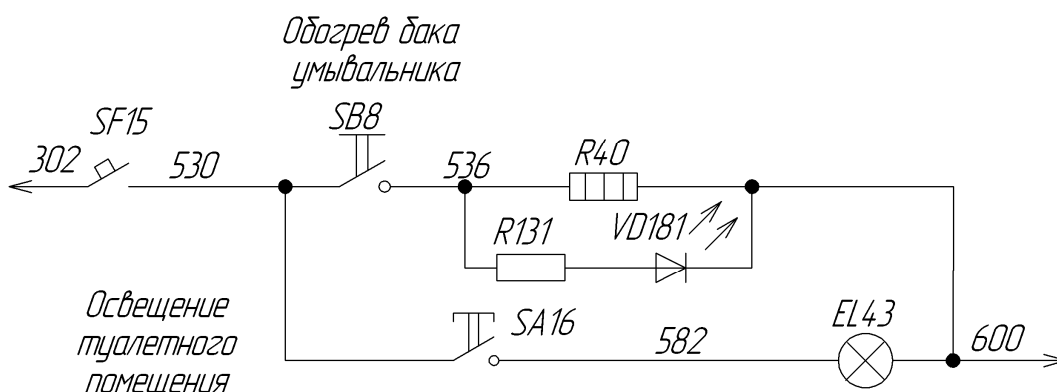

Рисунок 4.49 – Схема цепей обогрева бака умывальника и освещения туалетного помещения
4.3.22.3 Обогрев бака умывальника и освещение туалетного помещения. Для подогрева воды в баке умывальника в нем смонтирован нагревательный элемент R40. После установки тумблера SB8 «Обогрев бака умывальника», расположенным на баке умывальника, в положение «Вкл» получает питание нагревательный элемент R40 по цепи (см. рисунок 4.49): провод 302 (+110 В), контакт автоматического выключателя SF15 «Продувка главных резервуаров», провод 530, контакт тумблера SB8 (положение «Вкл»), провод 536, нагревательный элемент R40, провод 600.